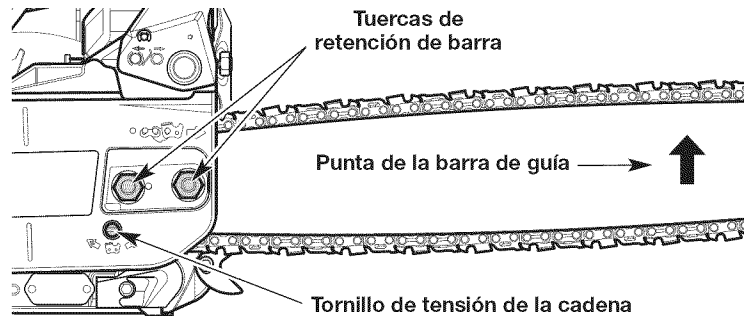

Fig. 26
2. Utilice una herramienta multiuso o una llave de 1/2 pulgada (13 mm) para aflojar levemente las tuercas de retención de la barra (Fig. 26).
3. Sostenga la punta de la barra de guía hacia arriba y con un destornillador de cabeza plana gire el tornillo de tensión de la cadena (Fig. 26).